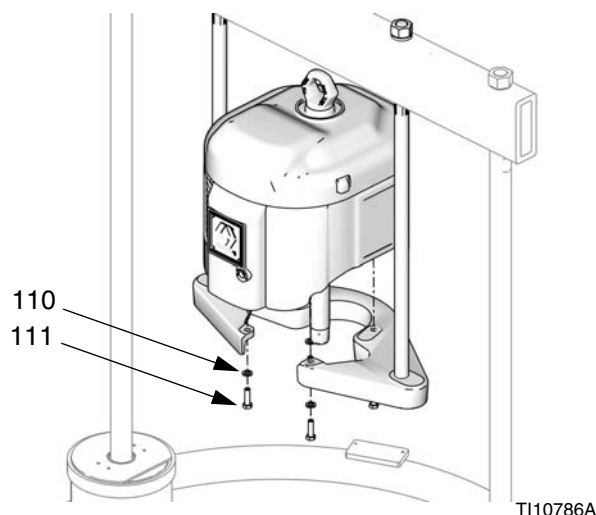

FIG. 25
- b. *Pour les NXT équipés d'un cylindre plus petit blocs d'alimentation D200 de 76,2 mm (3 po.) et D200s de 165,1 mm (6,5 po.) :* retirez les vis (111) et les rondelles (110) qui fixent le moteur sur le plateau de montage. Consultez la FIG. 25.
2. Placez le plateau de montage (109) de façon à ce que le haut du moteur soit dégagé par rapport à la barre transversale. Consultez la FIG. 25. À l'aide d'un palan, fixez le moteur sur le plateau de montage (109) en utilisant les vis (111) et les rondelles (110).